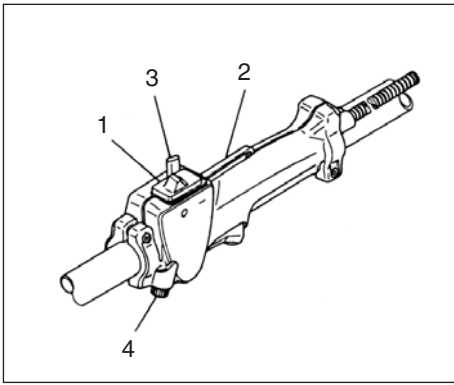

Fig.2-5
Arrancar o motor (Fig. 2-5)
O limitador de velocidade (4) serve para ajustar a abertura máxima do acelerador. Por defeito é fornecido ajustado à abertura máxima. (opção, não disponível em todos os modelos) (Fig. 2-5)